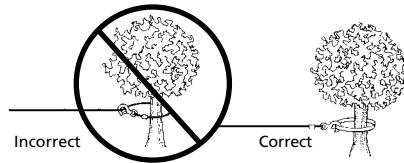

Figure 3
9. N'ATTACHEZ JAMAIS LE CÂBLE SUR LUI-MEME car ceci pourrait l'endommager. Utilisez une élingue en nylon (Fig. 3)